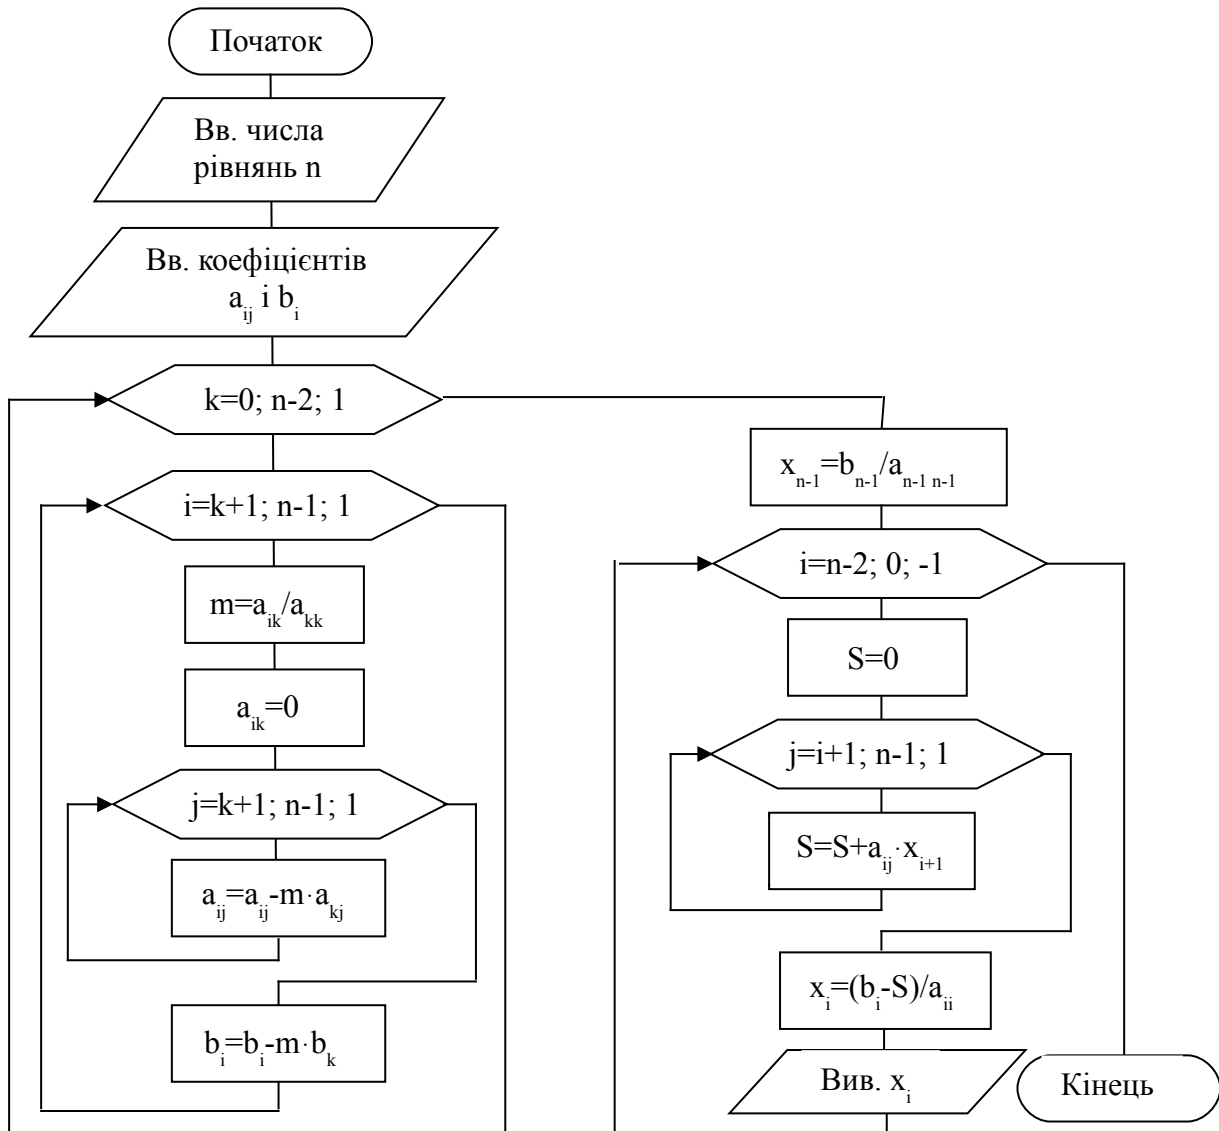

Рисунок 9 – Метод Гаусса
2.2 За алгоритмом, що реалізує метод Гауса (рисунок 9), скласти програму мовою C++ або BASIC.